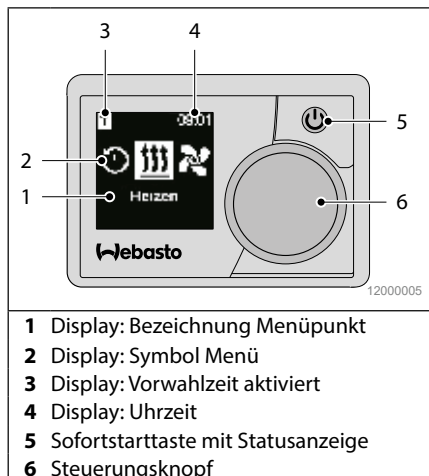

Abb. 40 Bedienelemente Standheizung
- ▶ Drücken Sie die Sofortstarttaste (Abb. 40/5), um die vorgewählte Betriebsart zu starten.
- ▶ Ist das Display der Standheizung eingeschaltet, wird das Heizen oder Lüften direkt durch Drücken der Sofortstarttaste (Abb. 40/5) beendet.
1. Wählen Sie im Hauptmenü mit dem Steuerungsknopf (Abb. 40/6) das Menü „Heizen“ aus und bestätigen Sie die Auswahl durch Drücken des Steuerungsknopfs.
1. Wählen Sie im Hauptmenü mit dem Steuerungsknopf (Abb. 40/6) das Menü „Lüften“ aus und bestätigen Sie die Auswahl durch Drücken des Steuerungsknopfs.